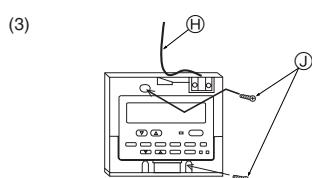

Fig. 6-4
- (C) Wand/Mauer
- (D) Rohrleitung
- (E) Kontermutter
- (F) Buchse
- (G) Schaltkasten
- (H) Kabel der Fernbedienung
- (I) Mit Kitt abdichten
- (J) Holzschaube
(3) Bei Installation direkt an der Wand (Fig. 6-4)